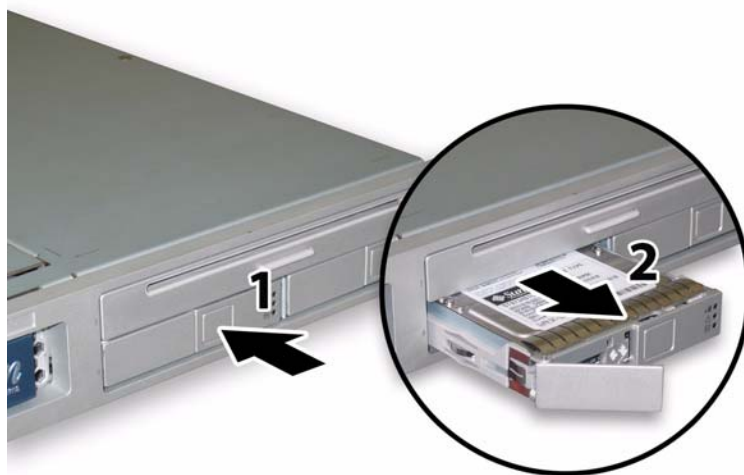

图 3-32 打开硬盘驱动器锁销
2. 按 HDD 正面的按钮以释放弹簧固定锁销。请参见图 3-32。